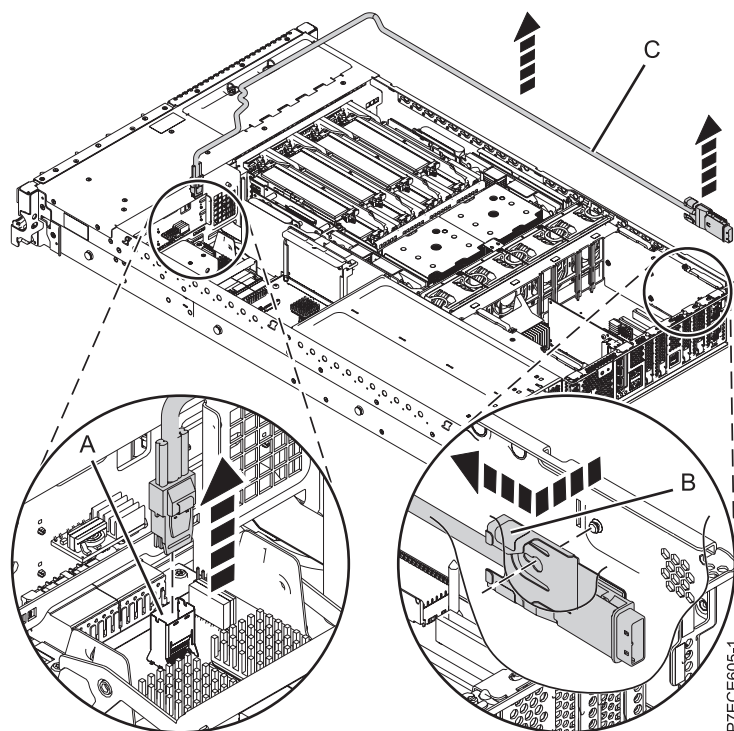

Figura 23. Extracció del port SAS extern
9. Estireu la peça de retenció del cable del punt de color blau (B) i feu lliscar el cable SAS traient-lo de l'obertura del port SAS extern de la part posterior del xassís. Consulteu Figura 23 a la pàgina 37.
10. Estireu el cable SAS (C) fins treure'l del sistema.
11. Feu pressió sobre el pestell del connector SAS (A) i, a continuació, estireu el cable traient-lo del protector de la targeta d'interposició del sistema.